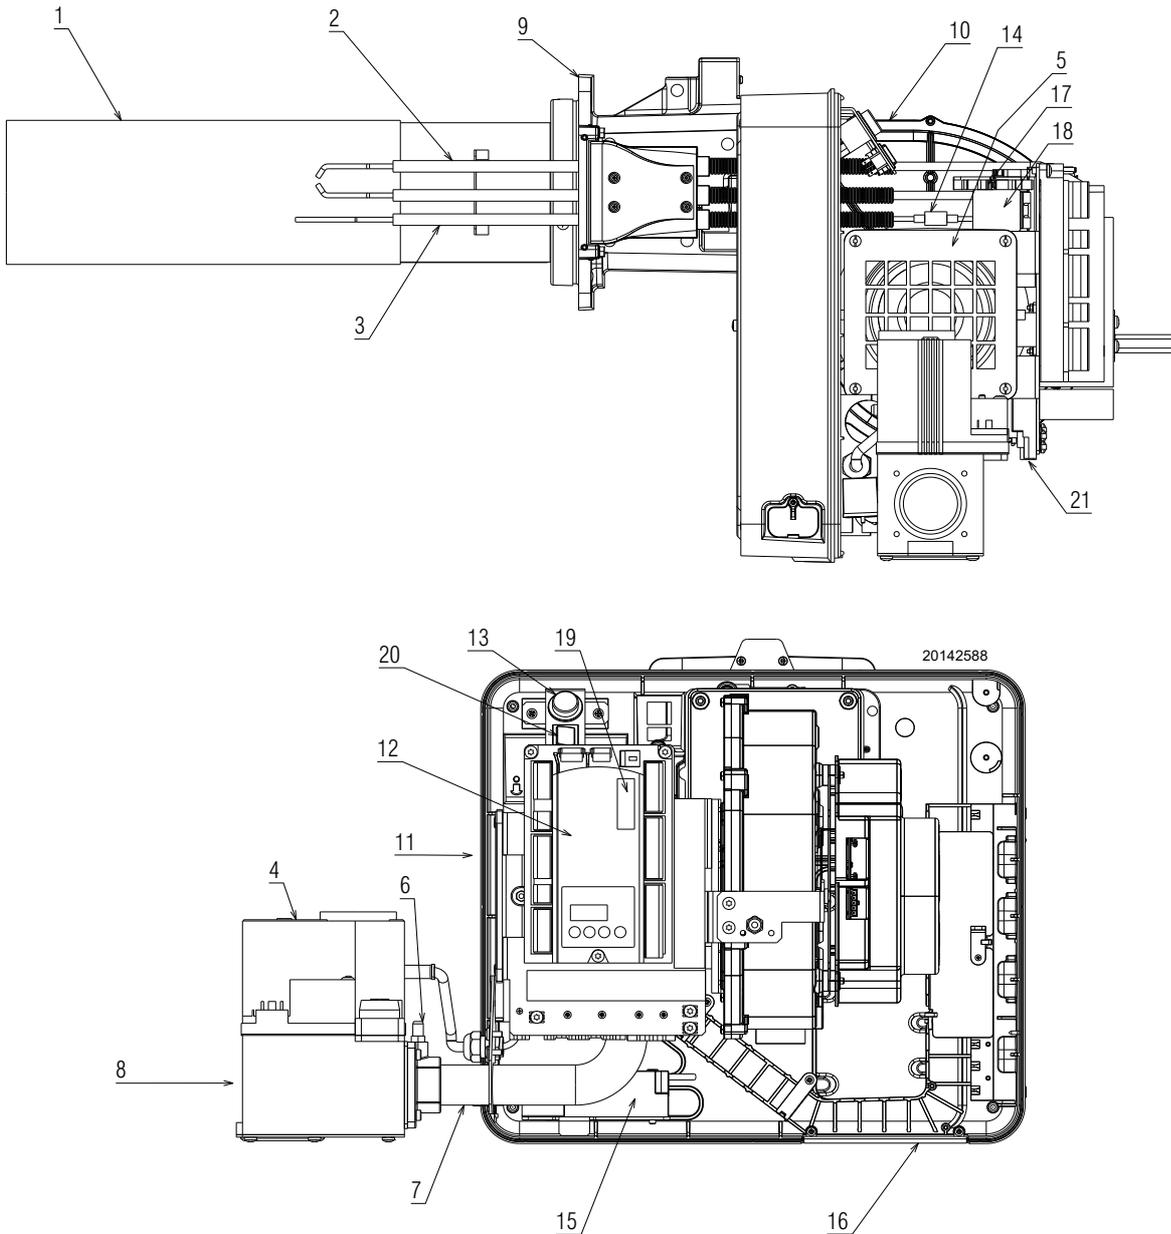

Abb. 5
- (1) Referenzbedingungen: Raumtemperatur 20°C - Gastemperatur 15°C - Barometrischer Druck 1013 mbar - Höhe 0 m ü.d.M.
- (2) Eingangsgasdruck θ (Abb. 5 auf Seite 12) bei Druck Null in der Brennkammer und bei Höchstleistung des Brenners.
- (3) Schalldruck gemessen im Verbrennungslabor des Herstellers bei laufendem Brenner am Prüfkessel, bei höchster, durchschnittlicher und niedrigster Modulationsleistung. Die Schalleistung wird mit der von der Norm EN 15036 vorgesehenen "Free Field" Methode mit der Messgenauigkeit "Accuracy: Category 3" gemessen, wie von der Norm EN ISO 3746 vorgeschrieben.
Das Aufleuchten der Taste 13)(Abb. 5) weist auf eine Störabschaltung des Brenners hin. Zum Entstören die Taste drücken.